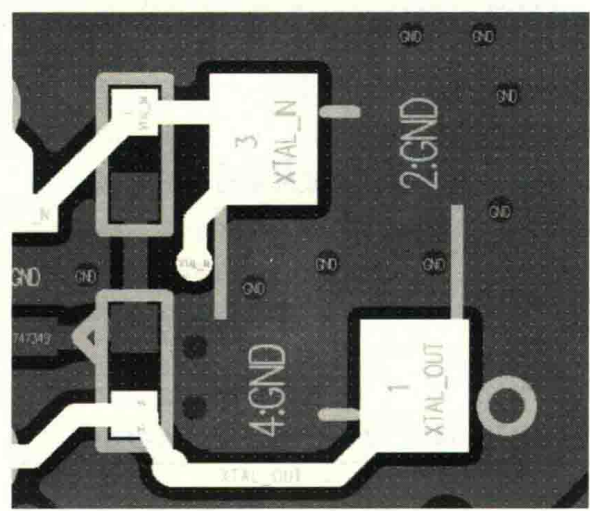

图 14-48 晶振的处理
(9) 晶振本体下方保持完整的地，不要有其他信号走线，晶振管脚要有足够的地过孔进行回流，如图 14-48 所示。